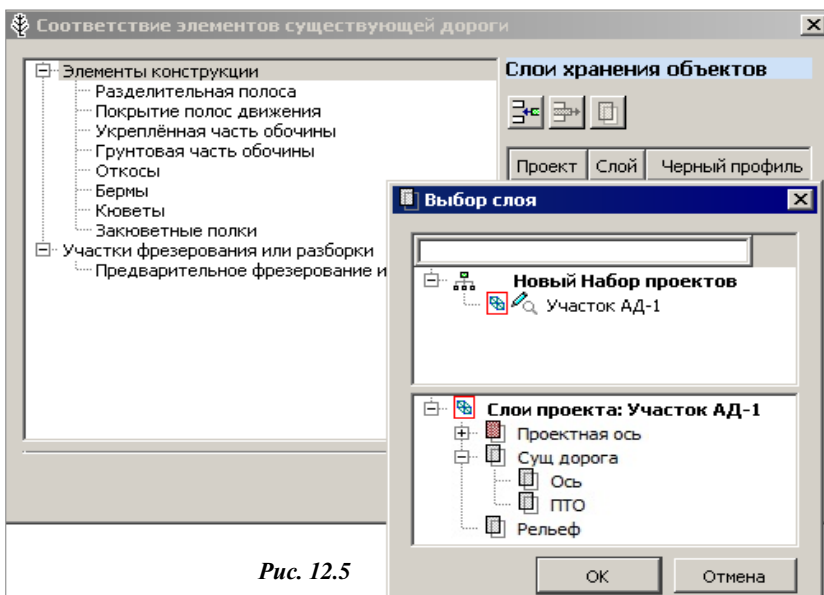

Рис. 12.5
2. В окне параметров в строке **Соответствие поверхностей** при помощи кнопки выбора [...] вызовите диалоговое окно настройки соответствия элементов существующей дороги (рис. 12.5).
- В диалоге **Выбор слоя**, где представлены все слои проекта плана, выберите слой **ПТО** и нажмите **ОК** (рис. 12.5).